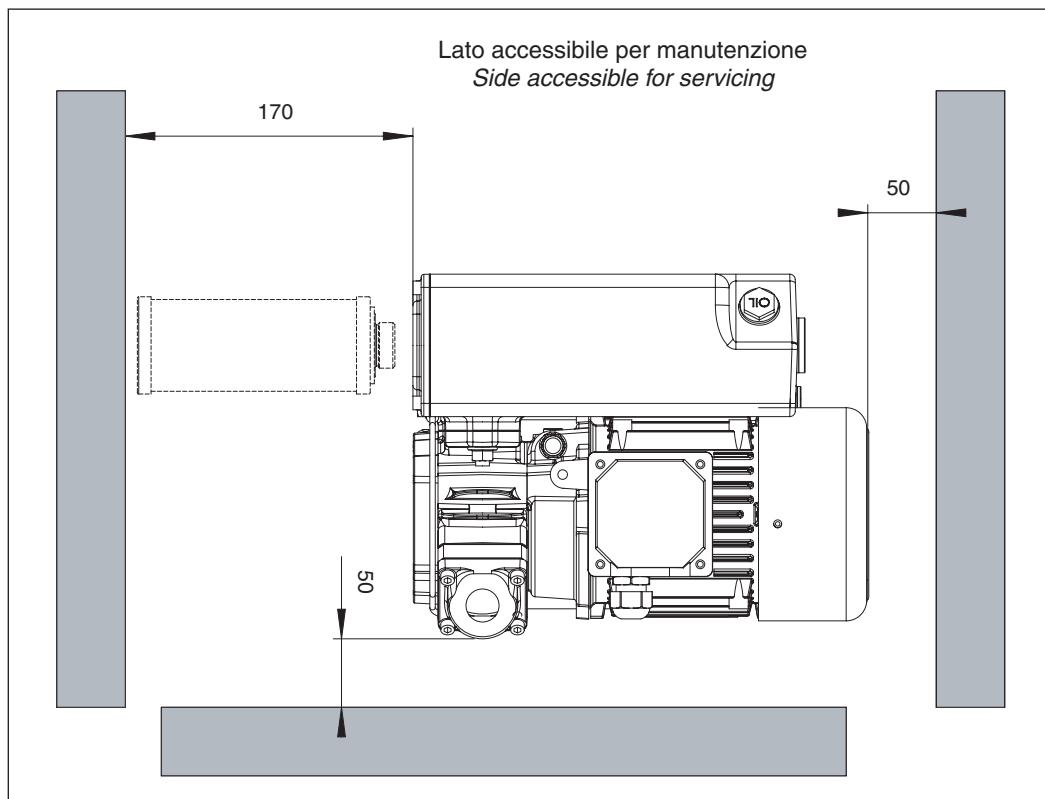

Fig.2
- Deve essere accessibile per una corretta e facile manutenzione rispettando le distanze minime da eventuali ingombri (*Fig.2*).
- It must be accessible for correct and easy maintenance, by respecting the minimum distances from possible obstructions (*Fig.2*).